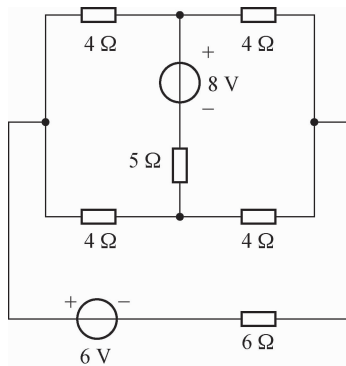

图 2-58 计算题 2 的电路图
2. 电路如图 2-58 所示, 运用叠加原理求各支路的电流。